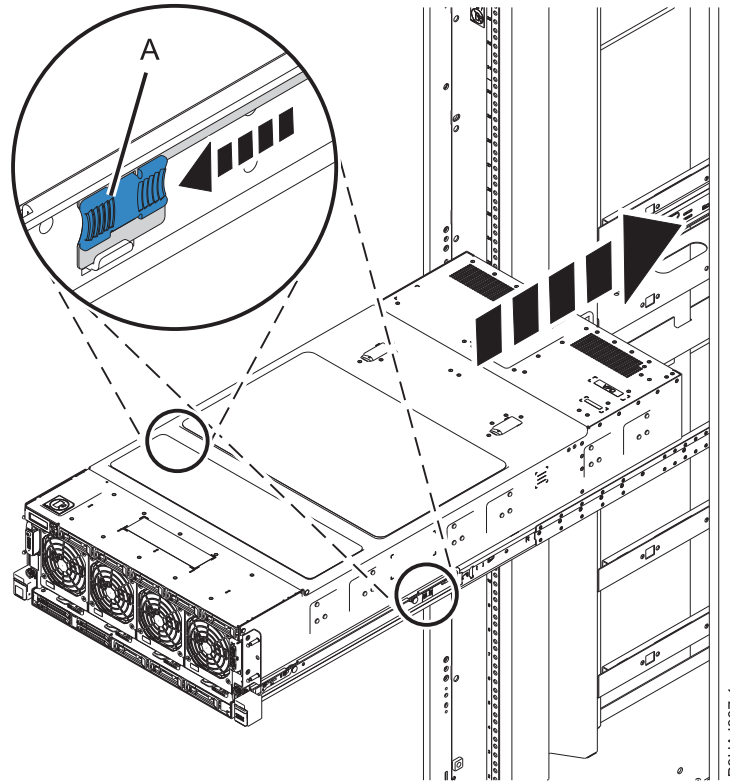

Figura 20. Liberación de los pestillos en el medio de los rieles y empuje del sistema en el bastidor
6. Sitúese en la parte frontal del bastidor. Libere los pestillos en el medio de los rieles (A) y empuje el sistema hasta la mitad del bastidor, como se muestra en la Figura 20 en la página 22.
8. Libere los pestillos en el medio de los rieles (**A**) de nuevo y empuje el sistema el resto que quede dentro del bastidor, como se muestra en la Figura 20.